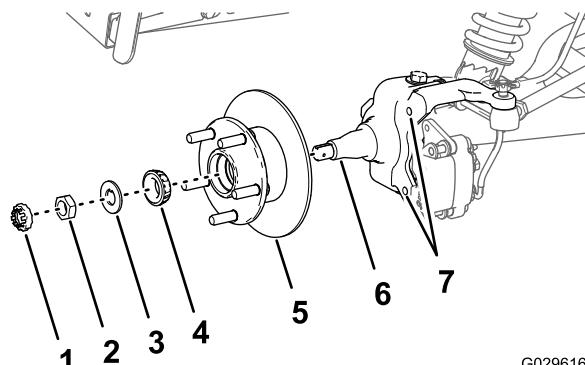

Figure 35
1. Appliquez une fine couche de la graisse spécifiée sur la fusée (Figure 35).
2. Montez le moyeu et le rotor sur la fusée en plaçant le rotor à l'intérieur (Figure 35).
3. Montez le roulement extérieur sur la fusée et poussez le roulement contre la bague (Figure 35).
4. Montez la rondelle-frein à languette sur la fusée (Figure 35).
5. Vissez l'écrou de fusée sur la fusée et serrez-le tout en tournant le moyeu (Figure 35).
2. Alignez les plaquettes de frein de chaque côté du rotor (Figure 31) et alignez également les trous dans le support d'étrier et les de fixation du frein sur le porte-fusée (Figure 35).